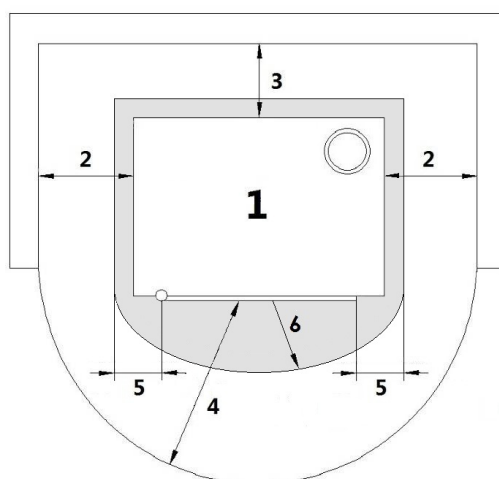

Fig. 12 - Installation générique
LÉGENDE	Fig. 12
- Dans les normes de sécurité de feu il faut respecter les distances des objets inflammables ou sensibles à la chaleur (canapés, meubles, revêtements en bois etc...) selon **Fig. 12**.
- Si le sol est constitué d'un matériau combustible, réaliser une protection (plaque en acier, matériau réfractaire, marbre...) en utilisant un matériau incombustible. Pour les dimensions de la protection, voir **Fig. 12**.